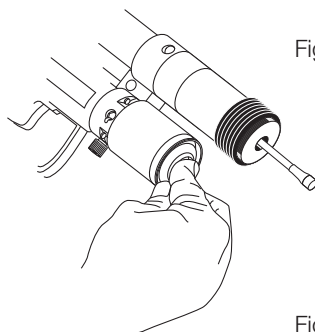

Fig. 6
3. Premere leggermente sul serbatoio in gomma. Dopo l'uscita di qualche goccia d'olio, richiudere il tappo di sfogo con la chiave a brugola in dotazione, come illustrato nella Fig. 6.